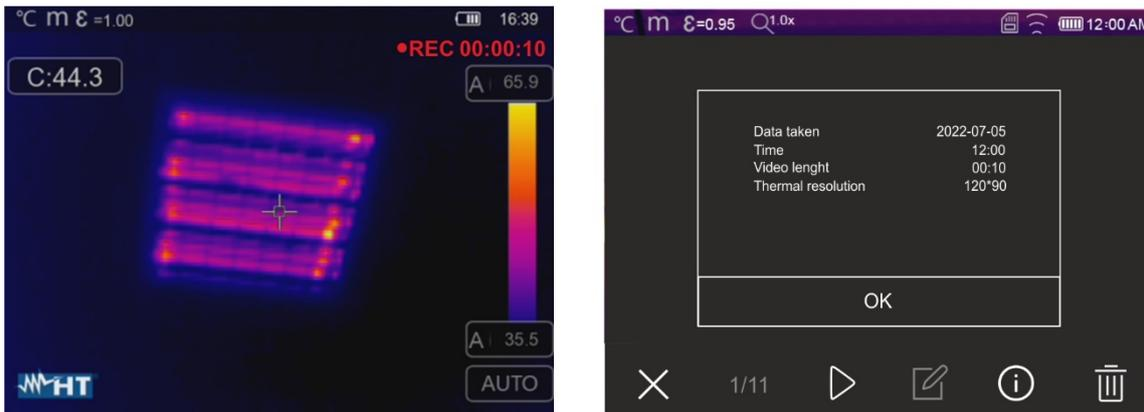

Fig. 48: Registro vídeo IR
1. **Pulse y mantenga pulsada la tecla durante al menos 2s.** La indicación “REC” se muestra en la parte superior indicando el registro en curso (ver la Fig. 48)